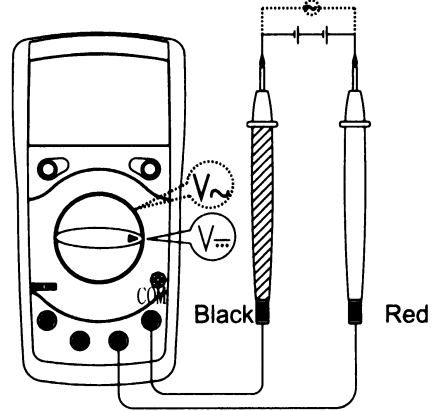

Рис. 3
**A. Измерение постоянного напряжения (рис.3)**
**B. Измерение переменного напряжения (рис.3 пунктирная линия)**